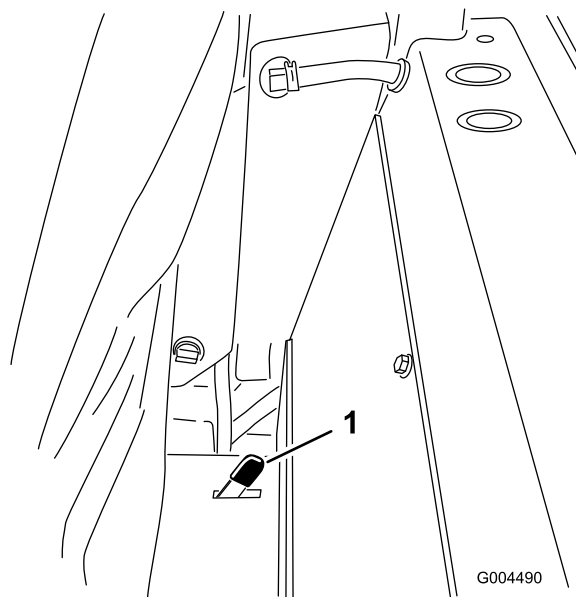

Figura 37
2. Tirate indietro uno dei fermi del sedile, situati dietro ed ai lati del sedile, per sbloccare il sedile, e ribaltatelo (Figura 37).